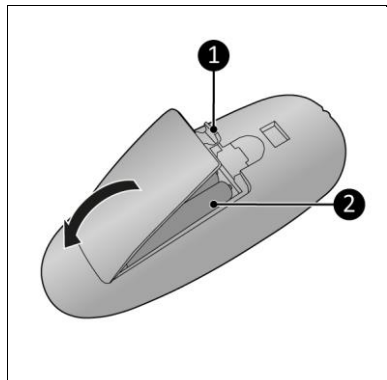

Abbildung 9
1. Ziehen Sie an der Lippe (Abbildung 9, Pos. 1) und entfernen Sie die Abdeckung (Abbildung 9).
3. Legen Sie zwei Batterien (AAA 1,5 V) wie im Batteriefach angegeben ein. Stellen Sie sicher, dass die Batterien richtig eingelegt sind (Abbildung 9, Pos. 2).